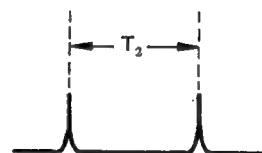

Abb. 8-19
2. TP5 auf dem Oszilloskop (Selbsttriggerung) beobachten und R778 so einstellen, daß, wie in Abb. 8-19 gezeigt,  $T_1 = 4,4 \text{ ms}$  erhalten wird.
2. TP9 auf dem Oszilloskop (Selbsttriggerung) beobachten und R7770 so einstellen, daß, wie aus Abb. 8-19 ersichtlich,  $T_1 = 4,6 \text{ ms}$  erhalten wird.